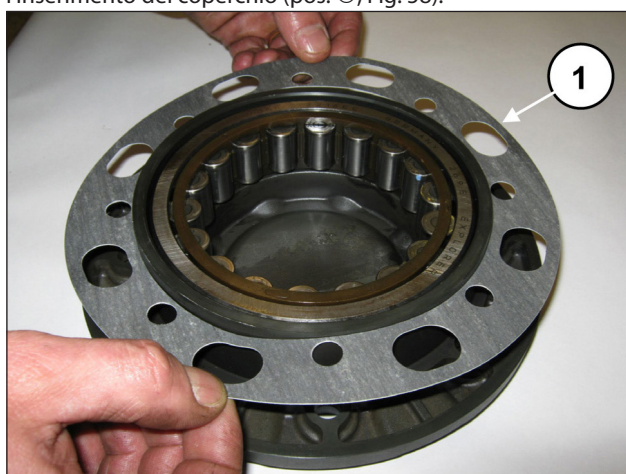
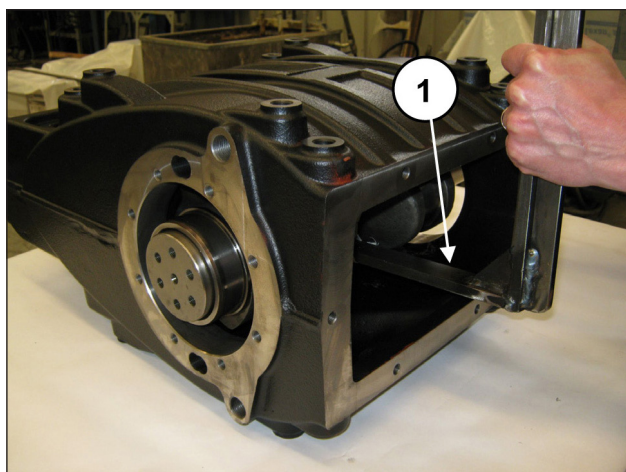

Fig. 57
Fig. 58
Inserire la guarnizione laterale sul coperchio cuscinetto (pos. ①, Fig. 57) e sollevare l'albero a gomiti per favorire l'inserimento del coperchio (pos. ①, Fig. 58).